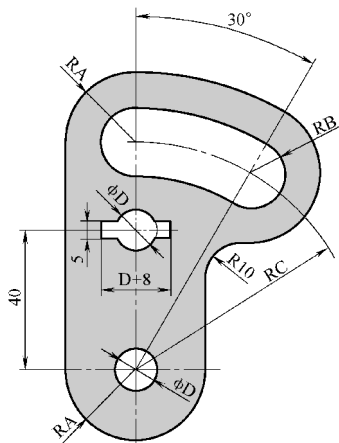

图 C-2 赛题 2
2. 参照图 C-2 绘制图形，注意其中的相切、同心等几何关系。请问图形中深色区域的面积是多少？